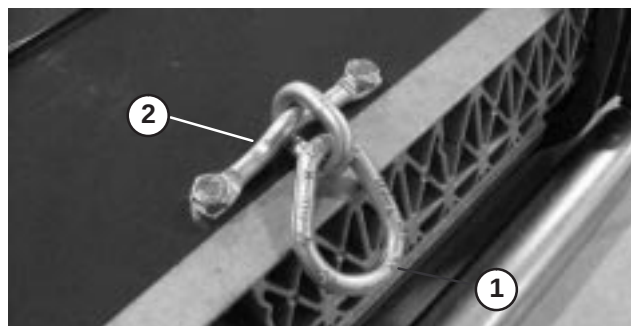

Figure 3
- Montez le maillon de chaîne en haut du plateau de coupe avec le support et les (2) vis à tête. Serrez les vis à 34-40 Nm. Le grand côté du maillon doit être accroché à la suspension du groupe de déplacement (Fig. 3).